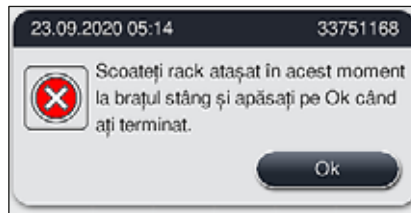

Fig. 131
5. Confirmați apăsând **Ok** (→ "Fig. 131").